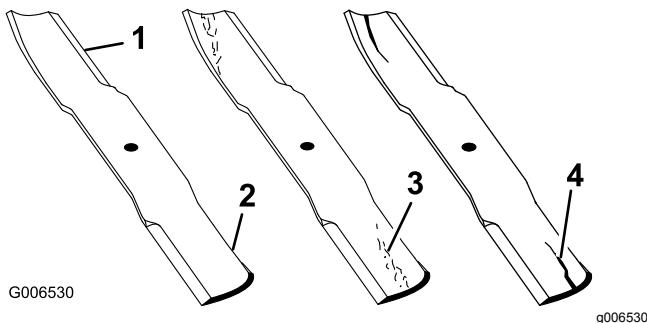

Figura 59
1. Ispécione as extremidades de corte (Figura 59).
4. Se verificar quaisquer fissuras, desgaste, ou a formação de ranhuras nesta área instale imediatamente uma lâmina nova (Figura 59).